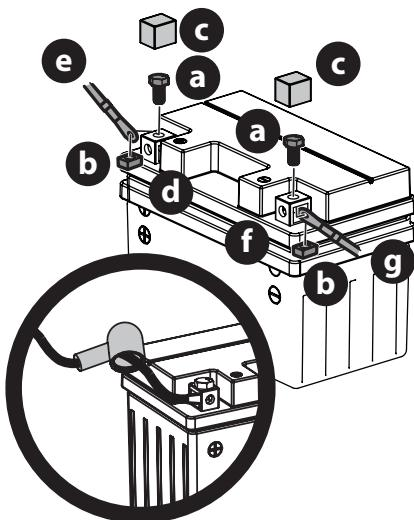

Figura 14
- Extraiga los tornillos de cabeza hexagonal (a) y las tuercas cuadradas (b) situados en el extremo del mazo de cables o en la bolsa que acompaña a este manual. Guarde las piezas para uso posterior (Figura 14 en la página 45).
- Extraiga la cubierta de plástico (c), si la hay, del borne positivo de la batería (d) y fije el cable rojo (e) al borne positivo de la batería (d) con uno de los tornillos hexagonales (a) y las tuercas cuadradas (b), del paso 1. Use un destornillador Philips (Figura 14).
- Coloque el capuchón de caucho rojo por encima del borne positivo de la batería para protegerlo contra la corrosión. Consulte el recuadro de la Figura 14.
- Extraiga la cubierta de plástico (c), si la hay, del borne negativo de la batería (f) y conecte el cable negro (g) al borne negativo de la batería (f) con el tornillo hexagonal (a) y la tuerca cuadrada (b) restantes (Figura 14).